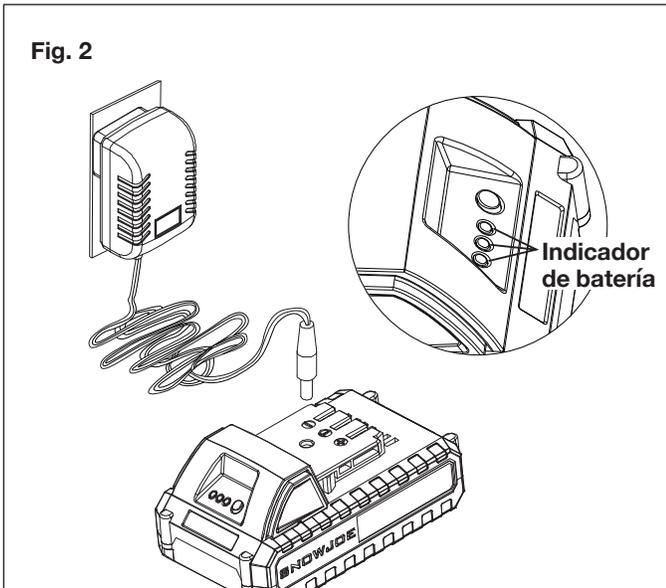

Fig. 2
2. Compruebe que el voltaje de la red eléctrica sea el mismo que el indicado en la placa de especificaciones del cargador de baterías. Luego, enchufe el adaptador del cargador en un tomacorriente CA apropiado. Conecte el conector del cargador en el receptáculo de carga de la batería para empezar a cargarla (Fig. 2).